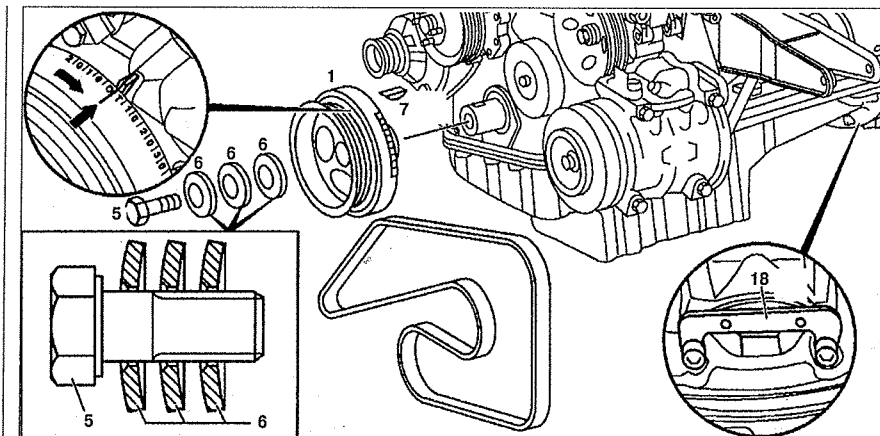

Рис. 2.28. Канавочный шкив коленчатого вала:
3. Заблокируйте маховик блокировочным устройством 18 (см.рис. 2.28).
4. Открутите центральный болт 5 с регулировочными прокладками 6 (см.рис.2.28, 2.29). Перед установкой смажьте регулировочные прокладки 6 и резьбу центрального болта 5. Установите регулировочные прокладки 6 выпуклой поверхностью к головке болта.